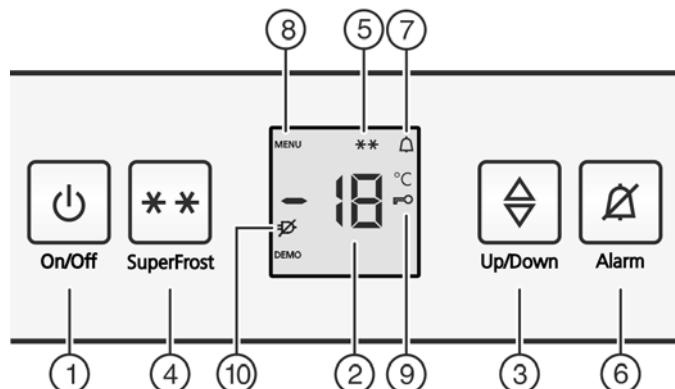

Fig. 2
- Вместе с индикацией температуры мигает символ «SuperFrost» Fig. 2 (5).\*
- Нажать кнопку On/Off Fig. 2 (1).
- Активация режима настройки: Нажмите кнопку SuperFrost Fig. 2 (4) и удерживайте ее прим. 5 секунд.
- На индикаторе будет отображаться символ «Меню» Fig. 2 (8).
- ▷ Для подтверждения нажать и отпустить кнопку «SuperFrost» Fig. 2 (4).
- ▷ На индикаторе горит символ «Защита от детей» Fig. 2 (9).
- нажмите и отпустите кнопку "On/Off" Fig. 2 (1).
- ▷ На индикаторе будет отображаться символ «Меню» Fig. 2 (8).
- ▷ Символ «Защита от детей» Fig. 2 (9) гаснет.
- Нажмите кнопку Alarm Fig. 2 (6).
Одновременно мигает индикация температуры и символ тревоги Fig. 2 (7).
Звуковой сигнал выключается автоматически, символ аварийного сигнала Fig. 2 (7) выключается и индикатор температуры перестает мигать, если температура снова становится достаточно низкой.